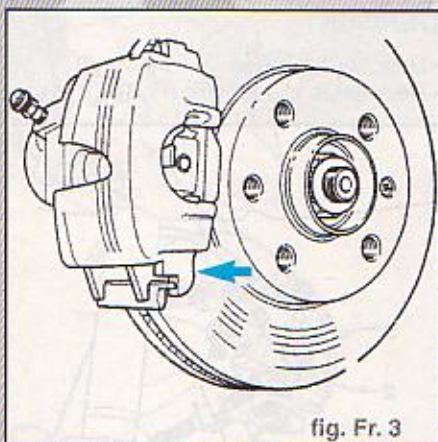

fig. Fr. 3
- Mettre en place le boîtier d'étrier de frein d'abord à sa partie basse (flèche) (Fig. Fr. 3).